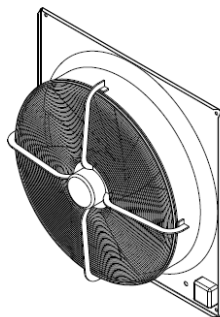

Рис.2
- с внешнероторным двигателем (Рис.2)